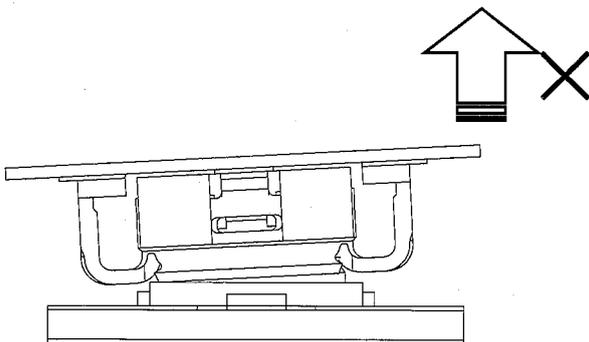

図 7 (Fig.-7)
- ・コネクタを抜去する際、P.C.B.や F.P.C.の端部を引き上げることは禁止です。(図 7)